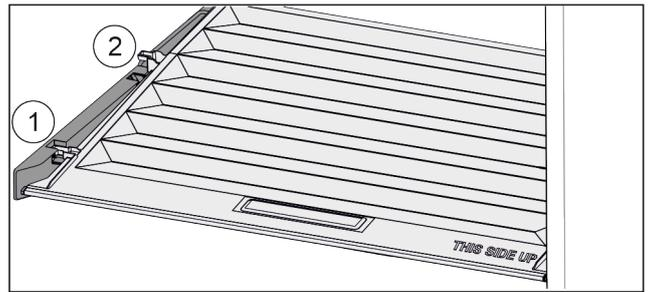

Fig. 78
- ▶ Tirare in avanti il coperchio fino all'apertura nei fermi Fig. 78 (1).
- ▶ Sollevare posteriormente dal basso e togliere verso l'alto Fig. 78 (2).